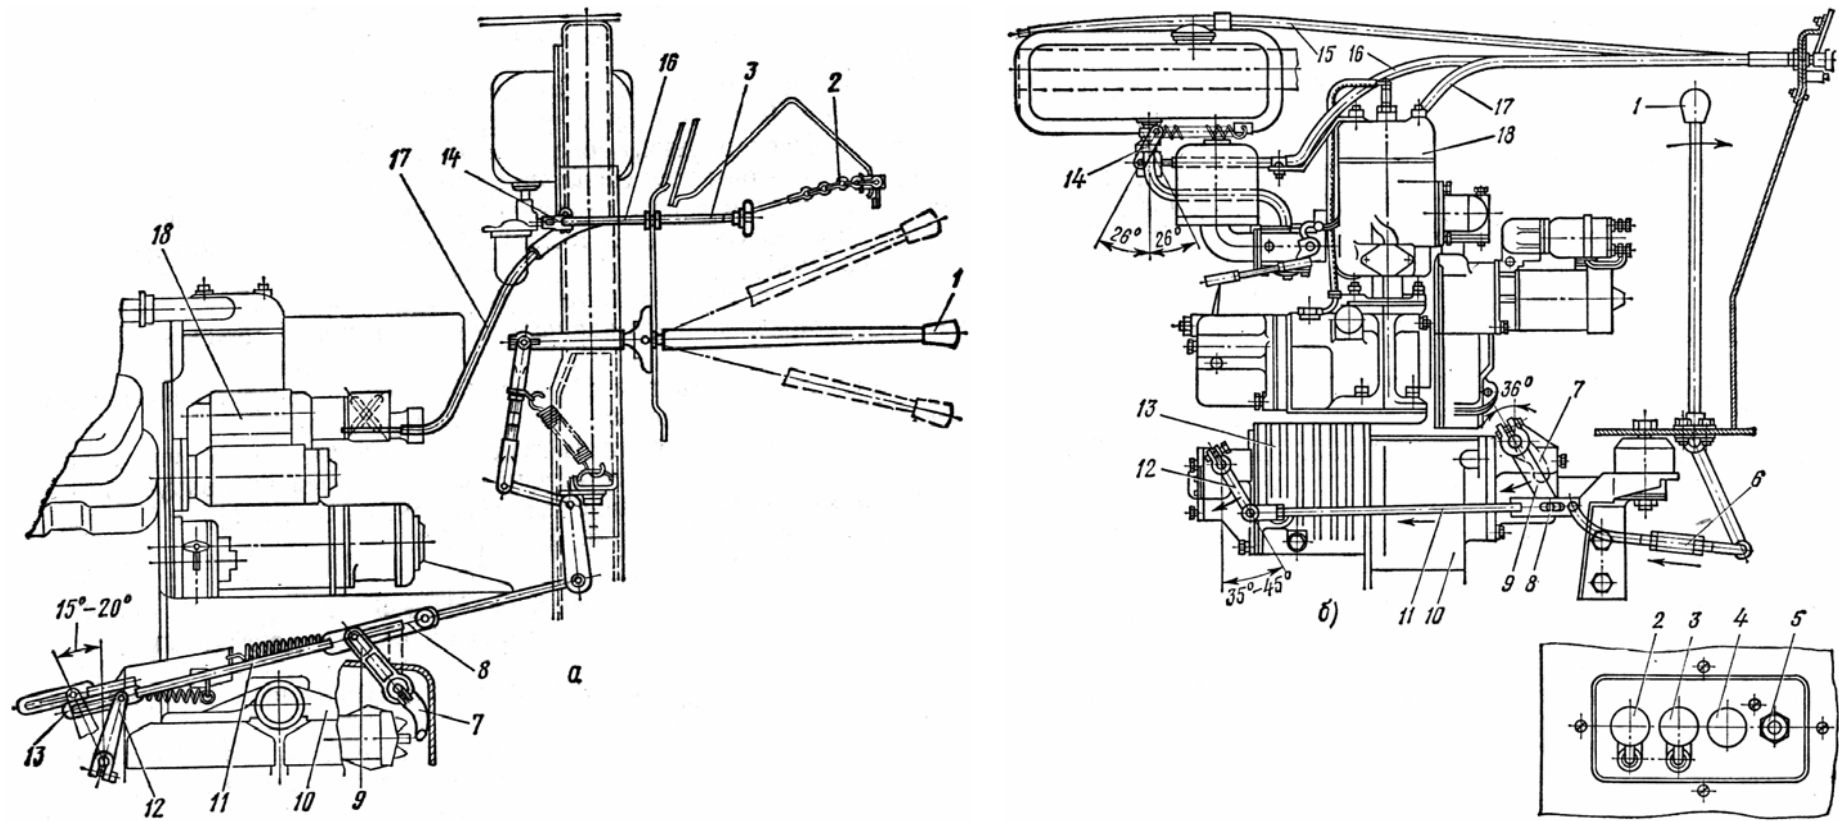

Рис. 3.4. Дистанционное управление запуском двигателя:
- при включенном сцеплении рычаг 12 (рис. 3.4, а) управления повернуть против часовой стрелки. Угол отклонения рычага от вертикали должен составлять 15...20°. В противном случае переставить на валике рычаг;
3. Регулировка дистанционного управления запуском трактора МТЗ-80Л (рис. 3.4, б). Регулируется положение рычага 12 сцепления. При полностью разомкнутом сцеплении он должен находиться в вертикальном положении. При замыкании дисков сцепления он должен переместиться на $35...45^\circ$. Рычаг 7 управления автоматом выключения должен быть в вертикальном положении (автомат включен). Отклонение его при выключенном положении должно быть около 36° . Затем регулируется длина тяги 11, соединяющая рычаги.